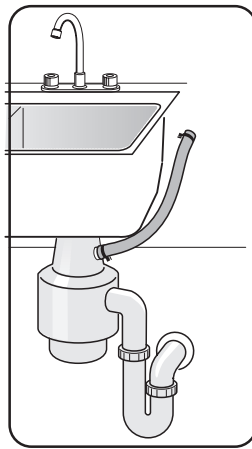

Ilustración 25
- 2 Directamente a la conexión de evacuación para lavadoras de platos en un eliminador de basura, como muestra la **Ilustración 25**.